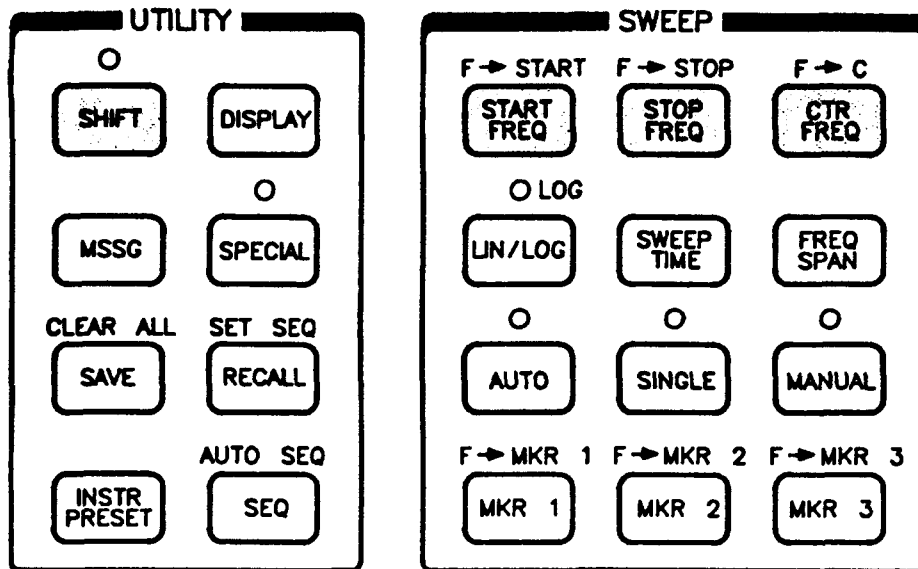

図 3-6. スタート、ストップ、中心周波数およびスパン中心周波数キーとシフト・キー
- RF出力周波数の現在の設定値に合わせて、スタート、ストップ、中心周波数、周波数スパンを設定する必要がある場合には、青のSHIFTキーを押してから図3-6の中で網かけされているスタート、ストップ、中心周波数または、周波数スパン・キーを押すことにより設定することができます。